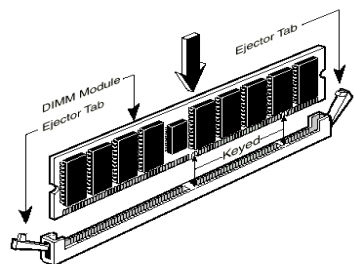

Abb. 2-6. Installation des Speichermoduls
Schritt 5. Setzen Sie das DIMM-Modul wie im Bild gezeigt in den Erweiterungssockel. Achten Sie darauf, wie das Modul im Sockel sitzt. Schauen Sie sich Abb. 2-6 für Details an. **Dies versichert, daß das DIMM-Modul nur auf eine Weise in den Sockel eingesetzt werden kann.** Drücken Sie das DIMM-Modul fest in den DIMM-Sockel, bis daß das Modul komplett im DIMM-Sockel sitzt.